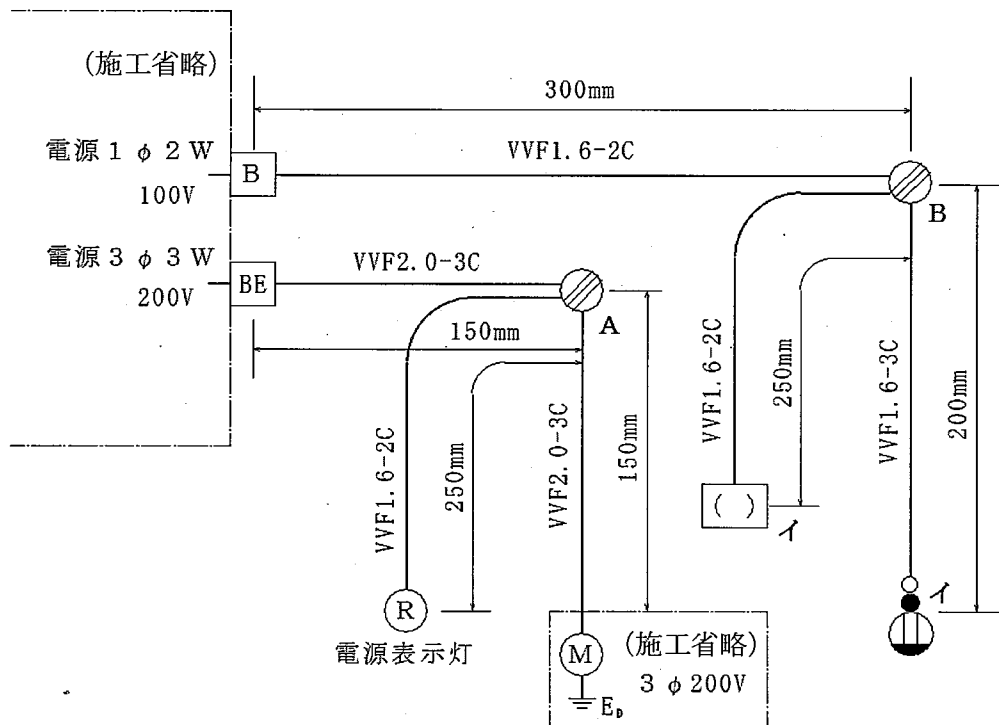
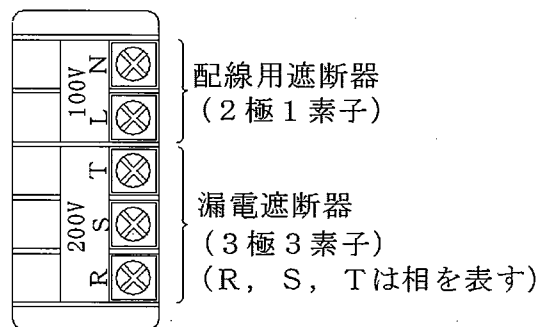

図1 配線図
図2 配線用遮断器及び漏電遮断器代用の端子台説明図
1 次の図1に示す配線図をもとに、準備された材料を使用し、あとの〈施工条件〉(1)～(7)に従って配線工事を完成させなさい。なお、図2は配線用遮断器及び漏電遮断器代用の端子台説明図を示しています。また、準備された工具及び材料以外は、使用できないものとします。ただし、-----で示した部分は施工省略とします。
- (1) 配線及び器具の配置は、「図1 配線図」に従って行うこととします。
- (2) 配線用遮断器及び漏電遮断器代用の端子台は、「図2 配線用遮断器及び漏電遮断器代用の端子台説明図」に従って使用することとします。
- (3) 三相電源のS相は接続されているものとし、電源表示灯は、R相とS相間に接続することとします。
- (4) 電線の色別指定(ケーブルの場合は絶縁被覆の色)は、次のア～エの条件によることとします。